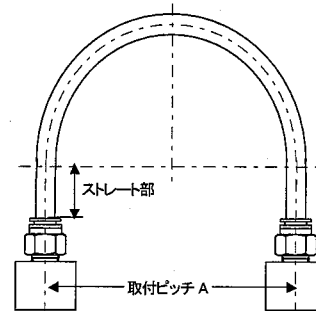

図1 推奨配管図
- ① ワンタッチ管継手に配管する際は図1の推奨配管条件にて、チューブ長さに余裕を持った配管をお願い致します。